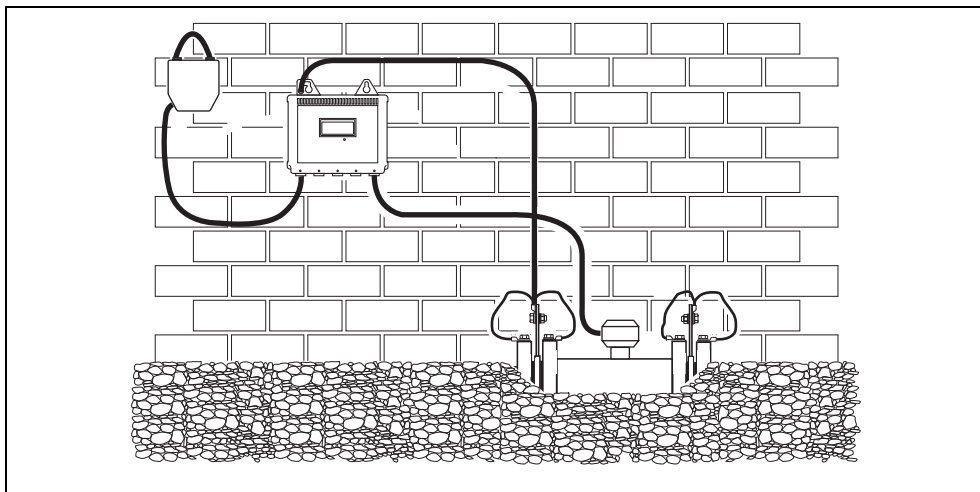
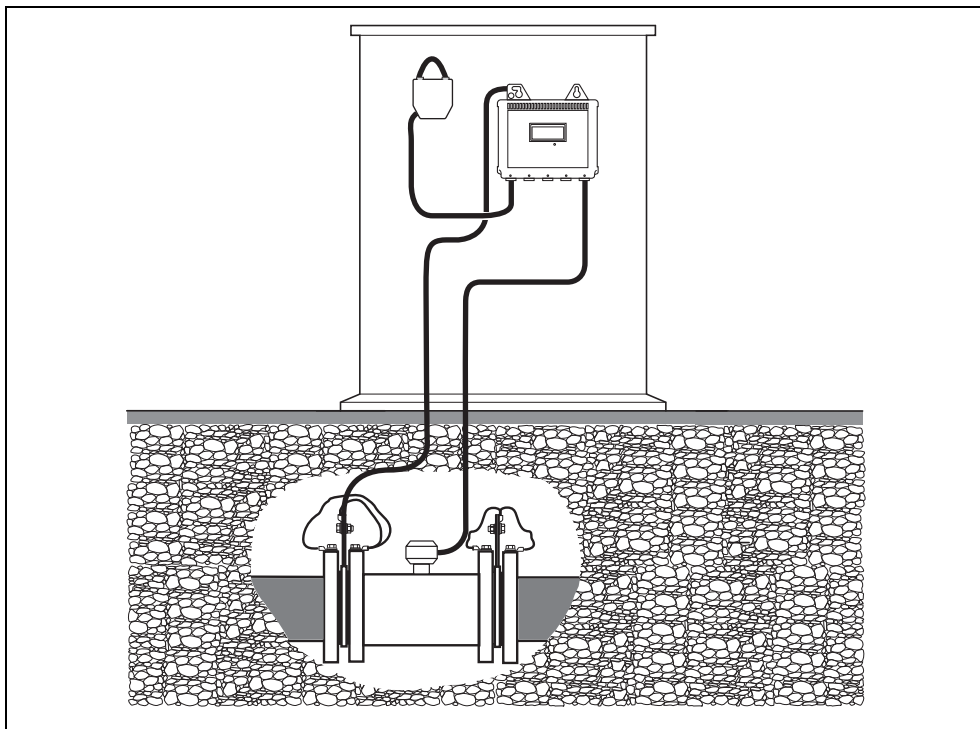

Fig. 3.2 Transmetteur AquaMaster 3 monté dans une chambre (illustration de la version à piles)
Fig. 3.3 Transmetteur AquaMaster 3 monté dans une armoire (illustration de la version à piles)
- Raccordez la connexion de mise à la terre du transmetteur à la masse du corps du débitmètre – voir Fig. 3.2 et Fig. 3.3.